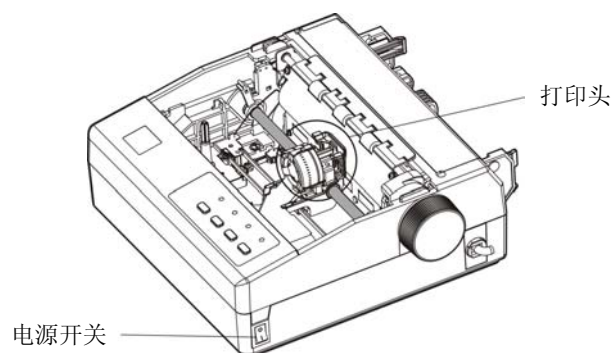

图 1-5 将打印头移至中间
2. 卸下防尘盖，将打印头移至中间位置（如图 1-5 所示）。